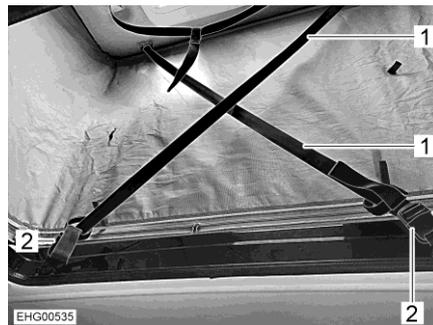

Fig. 59 Protection contre le vent
- Tirer à fond sur les deux sangles de sécurité (Fig. 59,1).
- Accrocher les sangles de sécurité en diagonale sur les boucles de fermeture (Fig. 59,2).